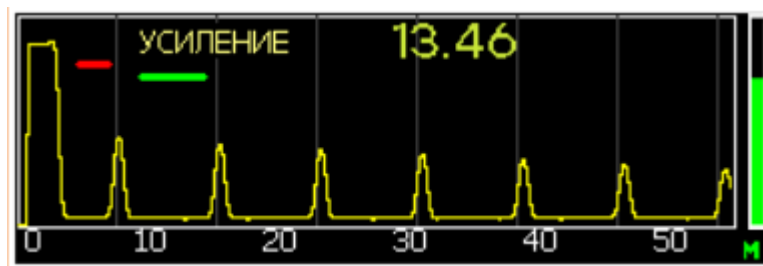

Рисунок 3.3 – Режим регулировки усиления прибора на А-скане
- Усиление (при выключенной автоматической регулировке усиления, см. п. 2.6) – настройка уровня усиления прибора. Индикатор уровня усиления отображается в правой части экрана (Рисунок 3.3);